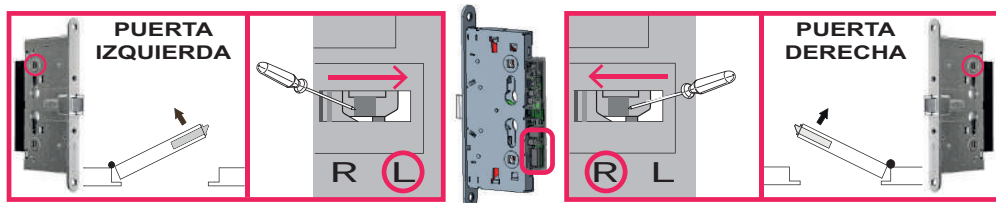

Figura 1: palanca para cambio de “mano”
- Seleccione la mano de apertura con la palanca correspondiente (tal como se muestra en la figura 1).